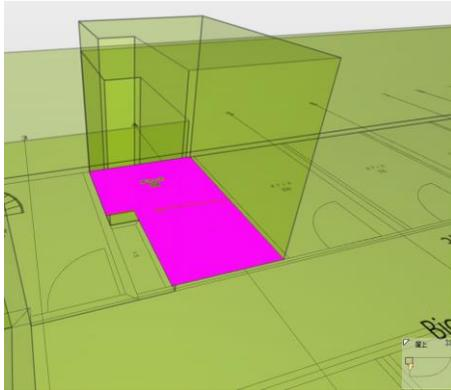

図 64. スペースの境界の一部が壁に沿って配置されていない
- (4) 3D ビューにスペースオブジェクトと赤い線でスペースの境界が表示されます。(図 64 を参照) スペースの境界の一部が壁にそって定義されていないのが確認できます。